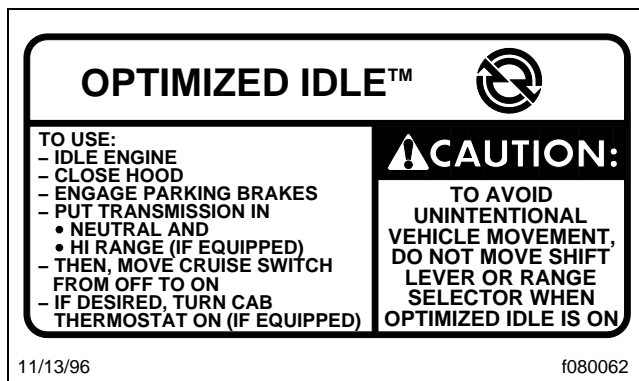
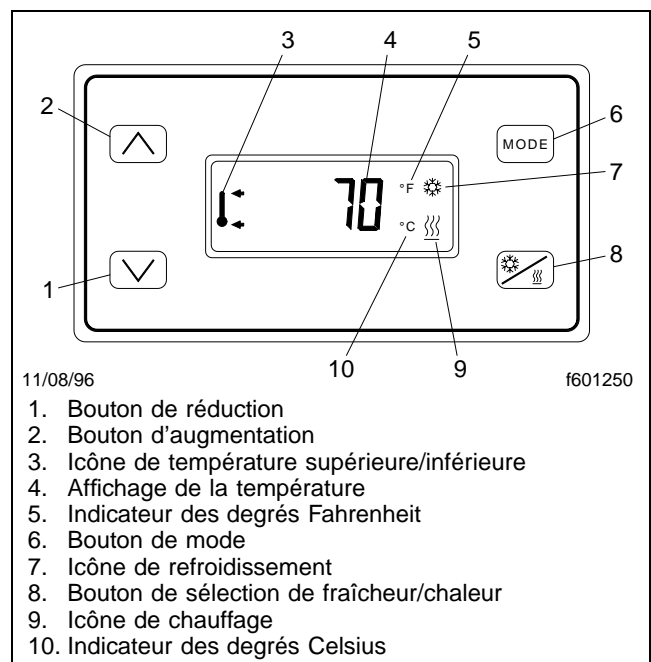

Fig. 7.8, Étiquette du ralenti optimisé sur la planche de bord
Fig. 7.9, Thermostat du ralenti optimisé
Les véhicules équipés d'un ralenti optimisé possède une étiquette et un témoin lumineux sur la planche de bord. Ce témoin est le voyant inférieur du groupe de voyants dans le panneau central de la planche de bord et l'étiquette se trouve sur le panneau «B» de la planche de bord. Consultez la **Fig. 7.8** pour voir à quoi ressemble l'étiquette. Si le ralenti optimisé est équipé d'un mode thermostat, un thermostat se trouve dans le compartiment couchette, au-dessus de la couchette. Consultez la **Fig. 7.9**.
- 2.2 Allumez le thermostat en touchant un des quatre boutons. Consultez la **Fig. 7.9**.